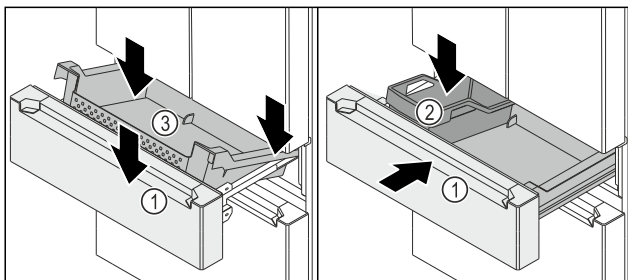

Fig. 153
- ☐ Auszugswagen Fig. 153 (1) ist herausgezogen.
- Behälter Fig. 153 (3) hinten auf den Schienen rechts und links aufsetzen.
- Behälter Fig. 153 (3) vorne absenken, sodass Behälter Fig. 153 (3) die Schienen rechts und links umschließt.
- FlexBox Fig. 153 (2) einsetzen.
- Auszugswagen Fig. 153 (1) einschieben.